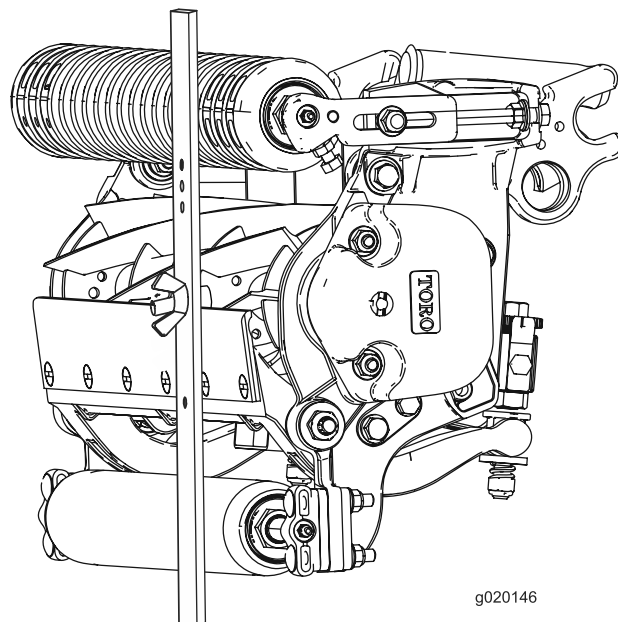

図 18
3. ゲージバーのネジ頭を下刃の切っ先に引っかけ、バーの後端を後ローラに当てがう図 18。
4. バーの前端がローラに当たるように、調整ネジで調整する図 18。ローラ全体が下刃と平行になるように、ローラの両側を均等に調節する。